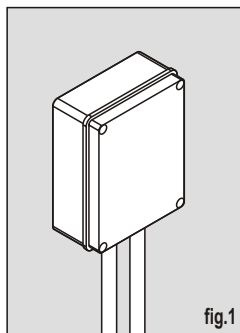

fig. 1
3. Fissare il contenitore in posizione verticale (fig. 1).
3. Fasten the plastic box in a vertical position (Fig. 1).
3. Fixer le coffret en position verticale (fig. 1).